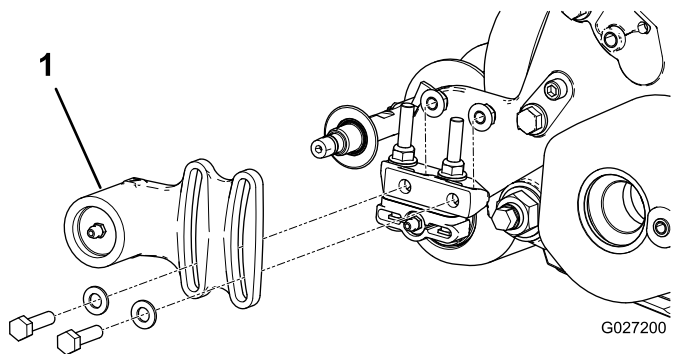
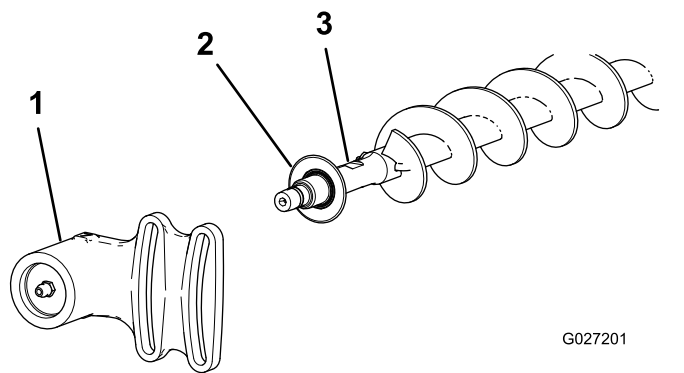

Figura 18
Figura 19
1. Si hay un cepillo del rodillo instalado en la unidad de corte, retire los 2 pernos, las arandelas y las tuercas que sujetan el alojamiento del cojinete del lado sin transmisión al soporte de montaje del alojamiento del cojinete (Figura 18 y Figura 19).
2. Retire el alojamiento del cojinete del lado sin transmisión, y el retén, del eje del cepillo (Figura 19).
9. Instale el retén y el alojamiento del cojinete del lado sin transmisión sobre el eje del cepillo (Figura 19).